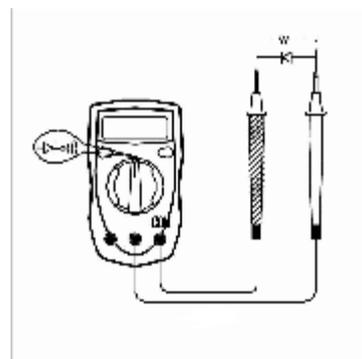

Figura 6
**F. Diodi e Continuità** (figura 6)**Diodi****⚠ Avvertenza**